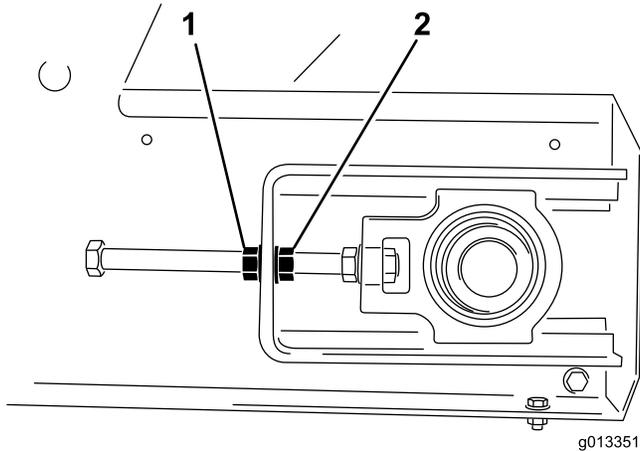

图49
4. 使用两把扳手，保持张紧装置杆的端头不动，然后拧松距离杆端头最近的锁紧螺母（图49）。
3. 输送带偏向哪一侧，就保持住那一侧的张紧器杆不动，然后松开锁紧螺母，并上紧调节螺母两个面（图49）。